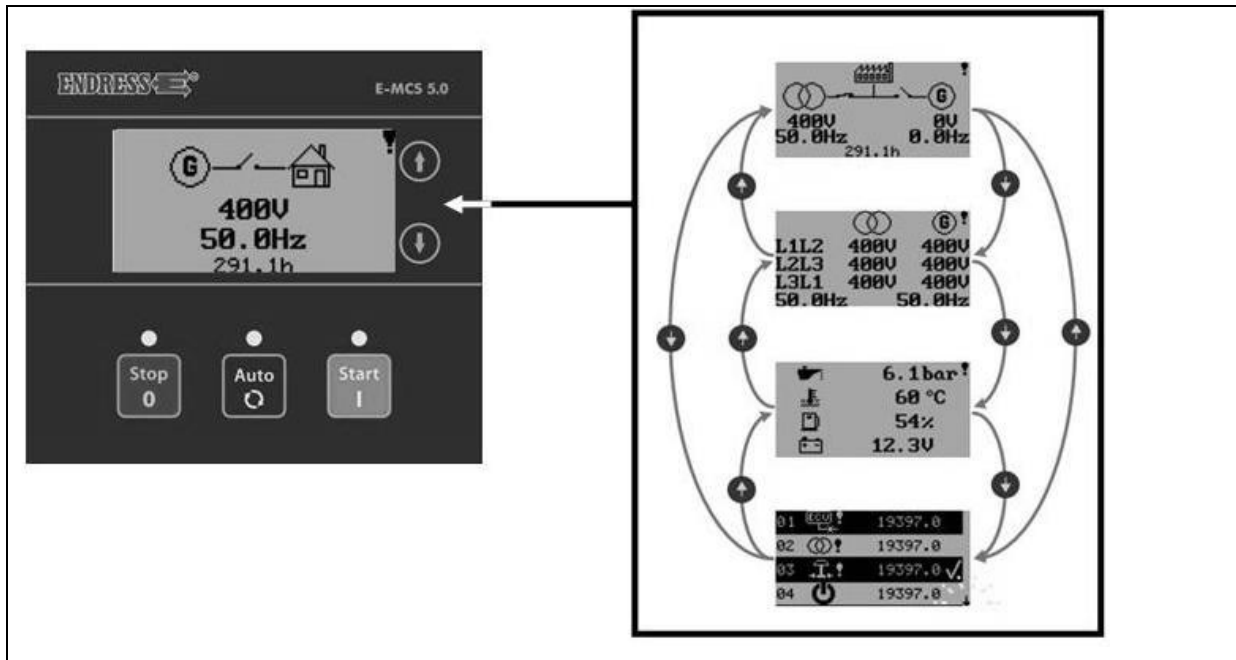

Abb. 7-1: Statusabfragen E-MCS 5.0
2. Demontieren Sie das Blech für den Ölablass (*siehe Abb. 7-1-(2)*)
4. Drehen Sie die Kappe am Ölablassventil des Motors (*siehe Abb. 7-1-(1)*) herunter.